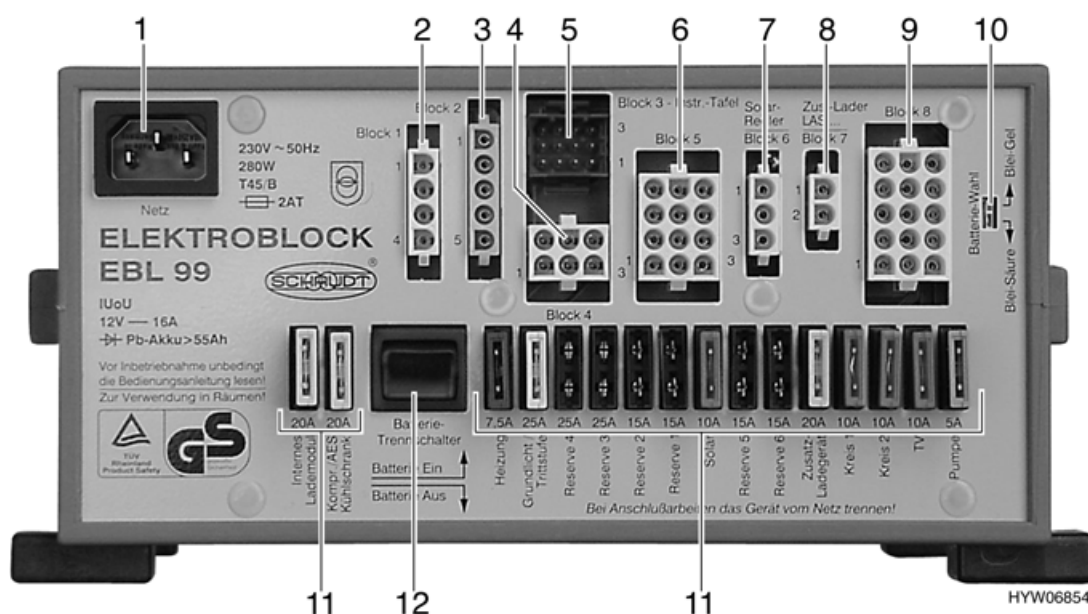

Fig. 49 Centralina elettrica EBL 99
La centralina elettrica (Fig. 49) è situata dietro il sedile del guidatore, nel sedile.
L'interruttore staccabatteria (Fig. 49,12) serve a disinserire tutte le utenze a 12 V dell'abitacolo. In tal modo si evita uno scaricamento eccessivo della batteria dell'abitacolo nei lunghi periodi di fermo del veicolo (per esempio in occasione di inattività temporanea).
- L'impostazione di stabilimento del selettore batteria (Fig. 49,10) ("Piombo-Gel") non deve essere modificata.